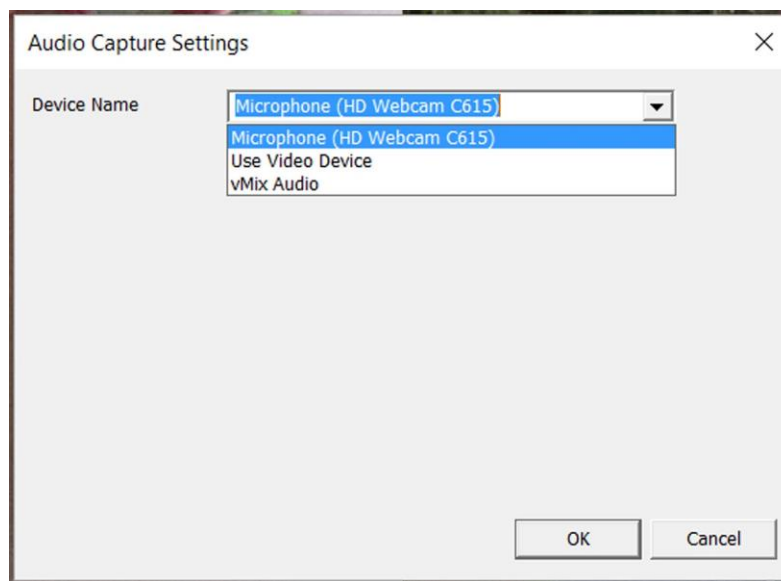

Figure 12 - L'écran AUDIO Capture vous permet de sélectionner le périphérique Audio.
- L'écran Paramètres AUDIO CAPTURE représenté à la Figure 12 devrait apparaître.